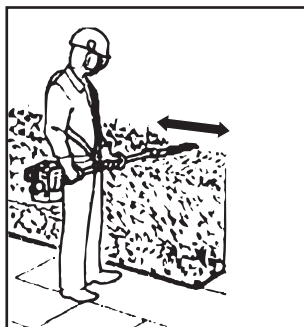

Rys. 12
1. Upewnić się, że osłona ostrza (18) jest zdjęta.
4. Przy przenoszeniu urządzenia korzystać z uprzęży (17).
6. Zawsze pewnie trzymać urządzenie obiema rękami za miękki uchwyt (9) na drążku przednim (8) i uchwyt tylny (12). Nigdy nie obsługiwać urządzenia tylko jedną ręką.
8. Najpierw przycinać po bokach, od dołu do góry. Zapobiega to spadaniu ścinków na miejsce, które ma dopiero zostać przycięte (rys. 12).